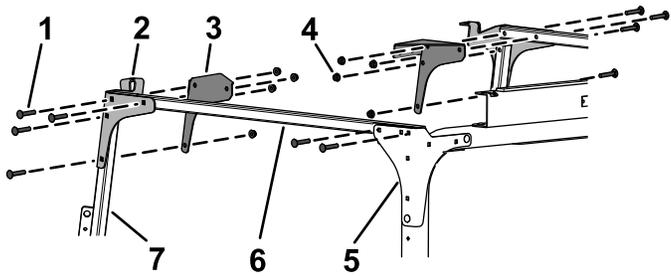

Figure 29
7. Fixez légèrement les tubes transversaux aux supports de montage arrière et aux goussets d'angle arrière à l'aide de 4 boulons de carrosserie (5/16" x 1¾") et 4 écrous à embase (5/16"), comme montré à la Figure 29.
- 8. Fixez légèrement les supports de montage avant et les goussets d'angle avant aux tubes transversaux et aux supports de pare-brise à l'aide de 8 boulons de carrosserie (5/16" x 1 3/4") et 8 écrous à embase (5/16"), comme montré à la Figure 29.